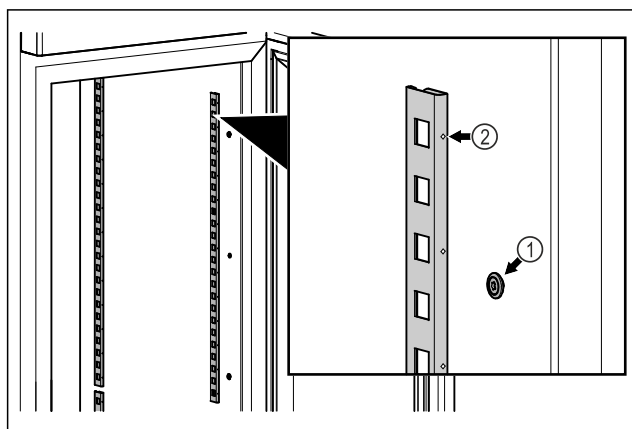

Fig. 54 Ilustrační zobrazení
- ▶ Zahákněte zářázkové lišty do zavěšení Fig. 54 (1). Označení Fig. 54 (2) musí směřovat dopředu.